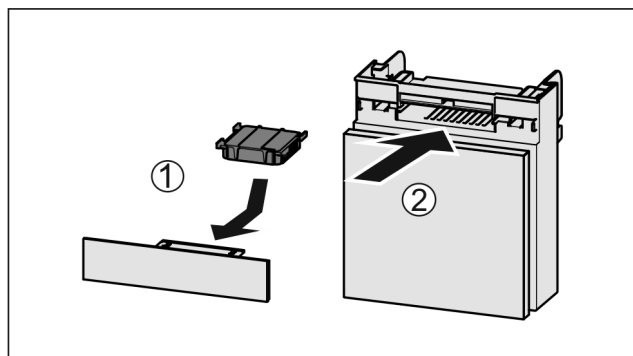

Fig. 128
- ▶ Sett inn Fig. 128 (1) aktivkullfilteret etter figuren.
- ▶ Skyv inn *Fig. 128 (2)* hyllen.